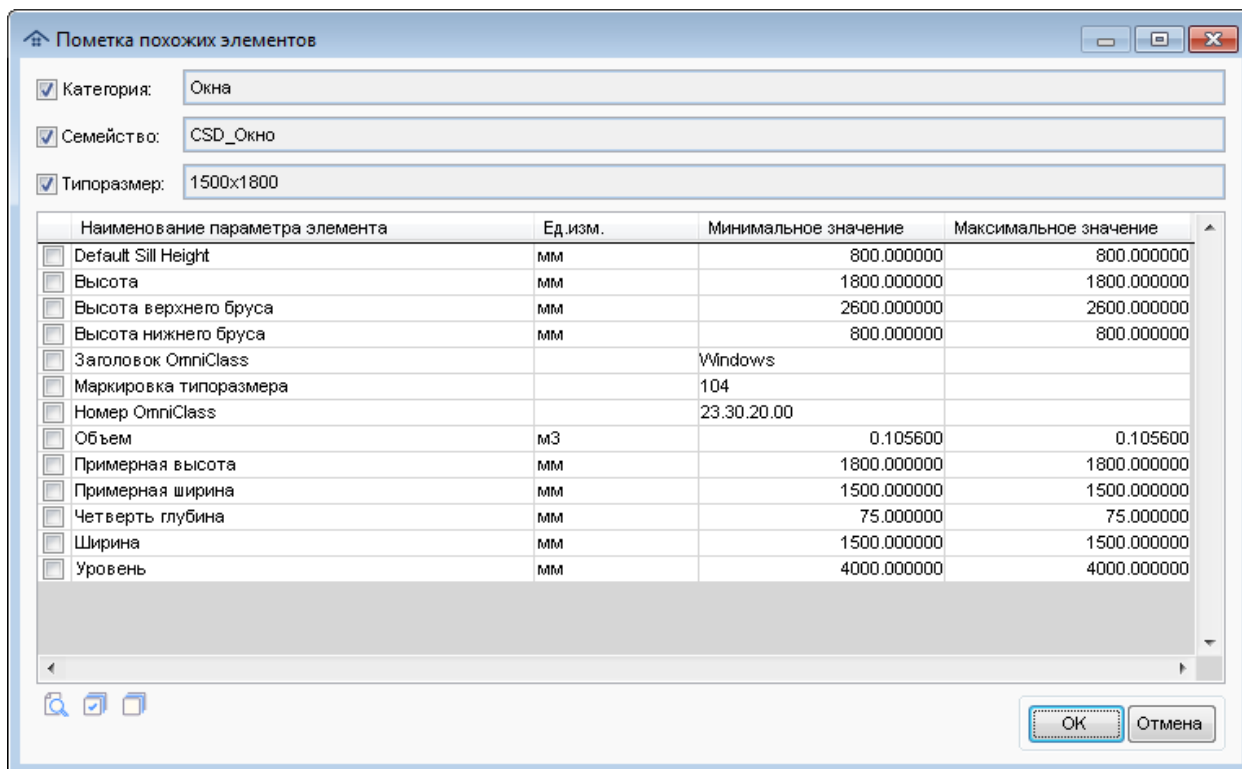

Рис. 79. Пометка похожих элементов
- **Конструктивный элемент** (рис. 79)